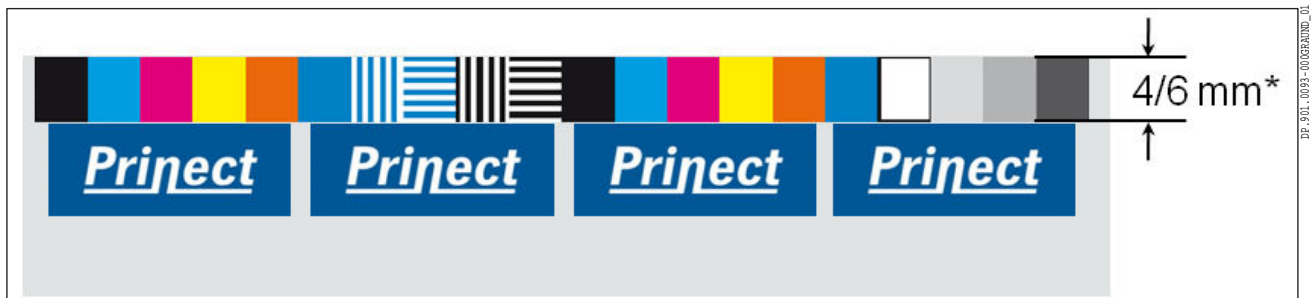

Abb. 27 Messfeldgröße bei Autotracking ab Softwareversion S12A
- Ab Softwareversion S12A ist das Papierweiß nicht mehr notwendig (Abb. 27).